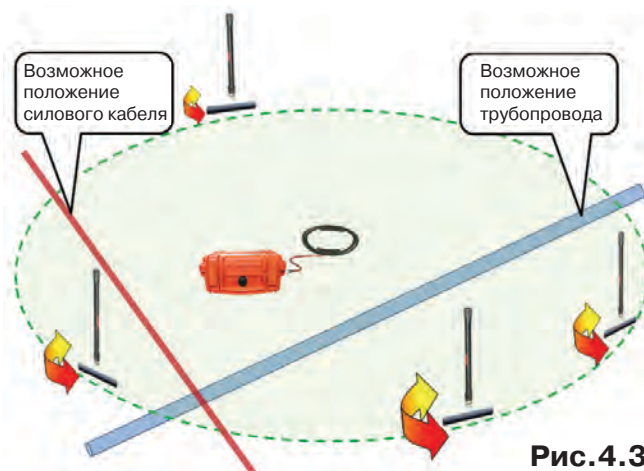

Рис.4.3
Поэтому при обследовании участка индукционную антенну надо расположить горизонтально в центре участка (подставку антенны в этом случае можно не использовать), и она окажется расположенной в плоскости параллельной возможным коммуникациям на данном участке (рис. 4.3).
3. Включить приемник. В «Стартовом окне» следует выбрать вид принимаемого сигнала – «двухчастотный» . После запуска измерения кнопкой  появится окно «направление сигнала» (рис.4.3).